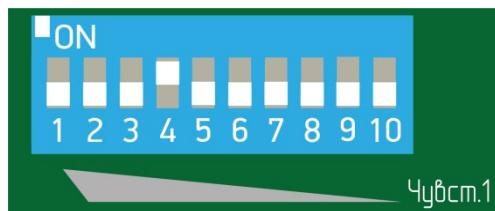

Рисунок 7.25
- при отсутствии тревожного извещения увеличить чувствительность, установив флагок 4 переключателя регулировки чувствительности в положение «ON» (верхнее положение), все остальные флагки в нижнее положение (рисунок 7.25) и повторить имитацию попытки несанкционированного проникновения через заграждение по выше указанной методике.